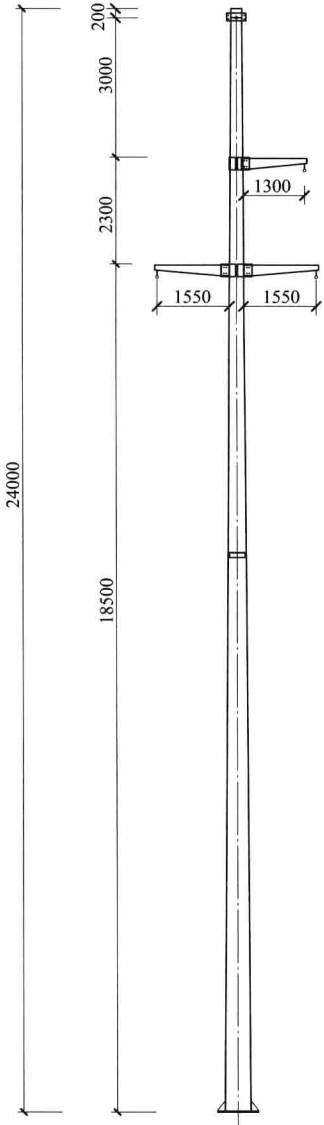

图 12.2.3-1 35GCD01-J1 单线图
(2) 单线图及电杆设计参数见图 12.2.3-1、表 12.2.3-4 和表 12.2.3-5。